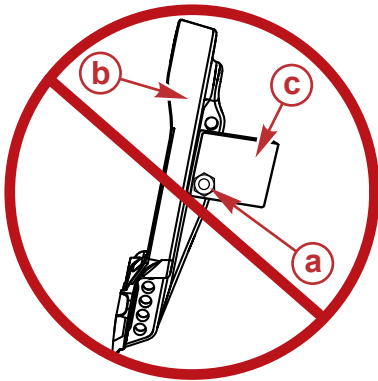

図3
2. エンジン取り付けファスナーを使って、ポートに付属品を取り付けしないでください。図3を参照してください。